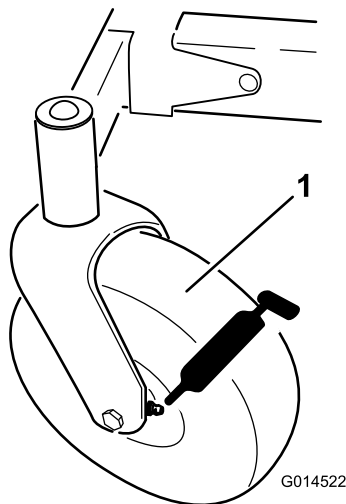
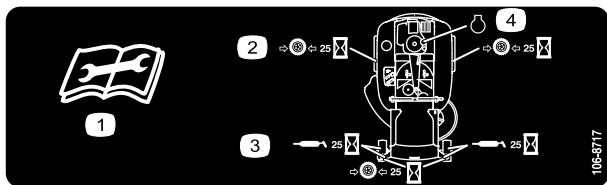

Figura 25
Figura 26
3. Limpe os encaixes de lubrificação (Figura 25 e Figura 26) com um trapo. Certifique-se de que raspa qualquer tinta da frente do(s) encaixe(s).
4. Ligue uma pistola de lubrificação ao encaixe (Figura 25 e Figura 26). Coloque lubrificante nos encaixes até que comece a escorrer massa lubrificante dos rolamentos.